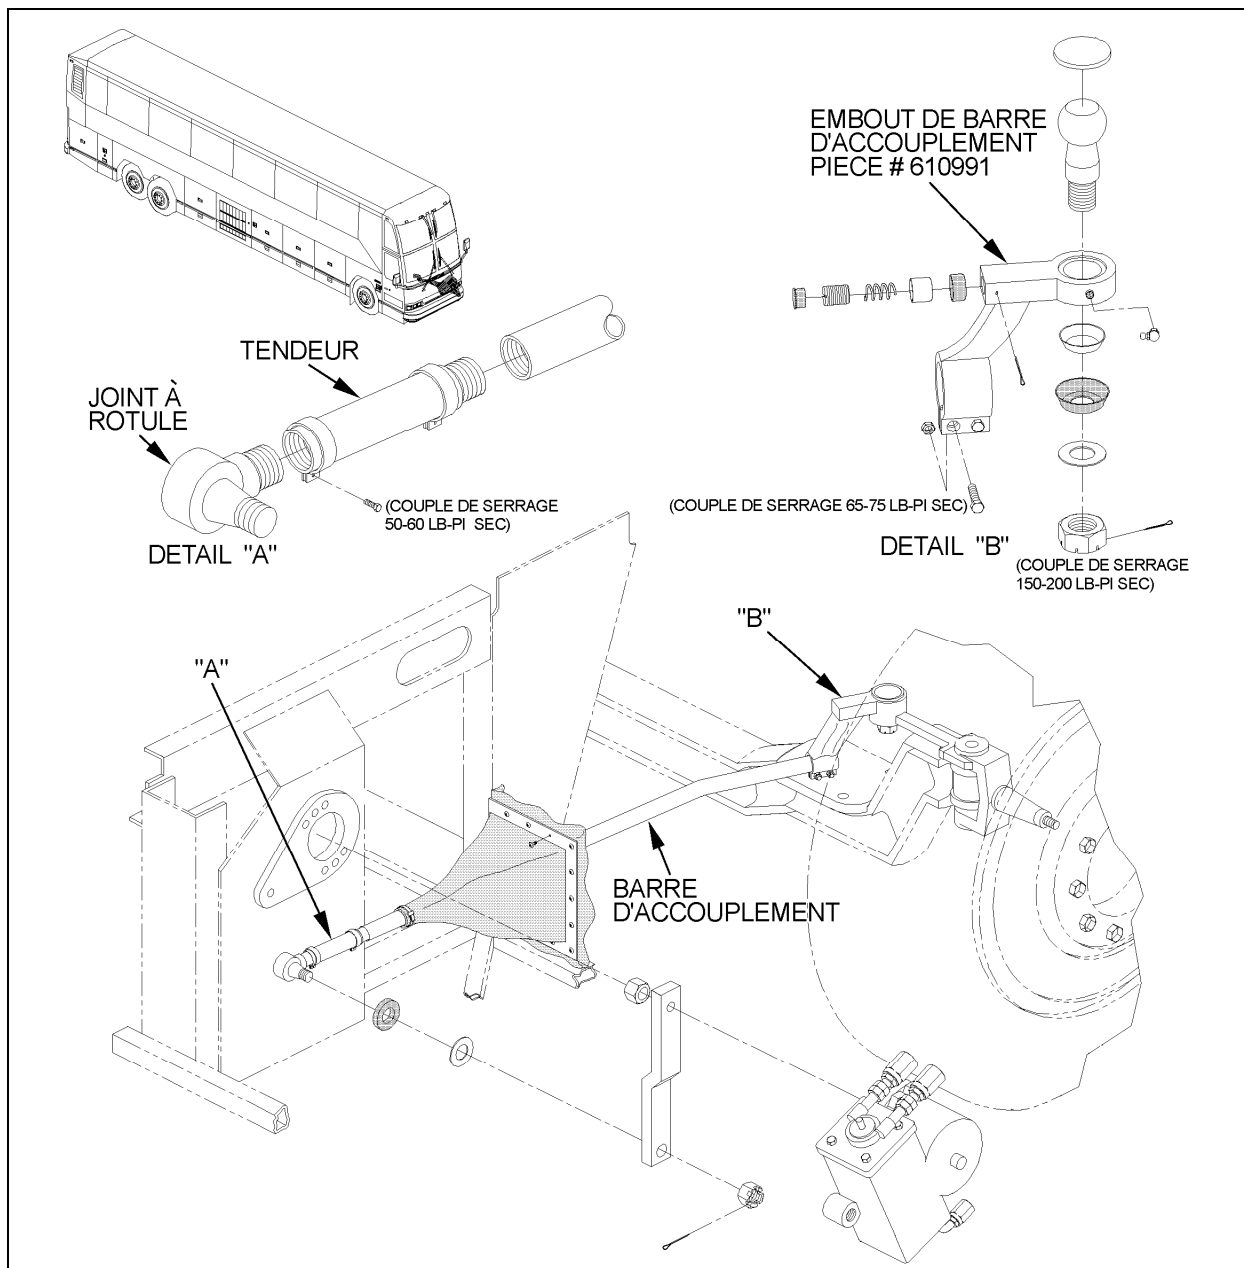

FIGURE 6
1. Retirer la goupille fendue de l'écrou à créneaux dégagés situé sur le joint à rotule de l'embout puis retirer l'écrou (Voir figure 6).
Si ce n'est pas le cas, dévisser les boulons et écrous des colliers de serrage du tendeur de la barre d'accouplement et tourner le tendeur de façon à centrer le volant. Resserrer les boulons et écrous des colliers de serrage au couple de 50-60 lb-pi sec (Voir figure 6).